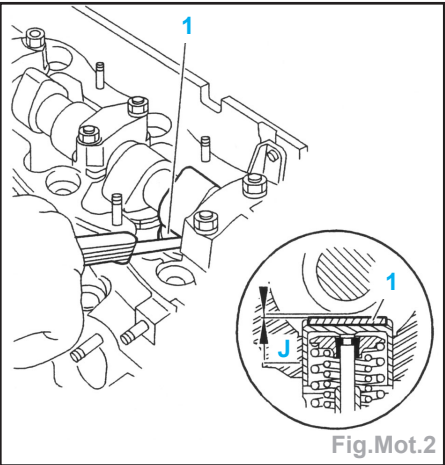

Fig.Mot.2
- A l'aide d'un jeu de cales, la valeur «J» entre le dos de cames et le grain de réglage (1) (Fig.Mot.2) :